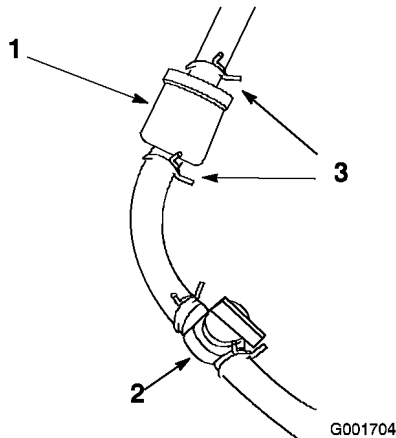

Figure 36
3. Fermez le robinet d'arrivée de carburant (Figure 36).
4. Desserrez le collier de serrage au niveau du filtre à carburant et éloignez-le du filtre (Figure 36).
5. Débranchez les conduites d'alimentation du filtre (Figure 36). Ouvrez le robinet d'arrivée de carburant et laissez l'essence s'écouler dans un bidon ou un bac de vidange.
6. Raccordez la conduite d'alimentation au filtre. Rapprochez le collier de serrage du filtre pour fixer la conduite d'alimentation (Figure 36).